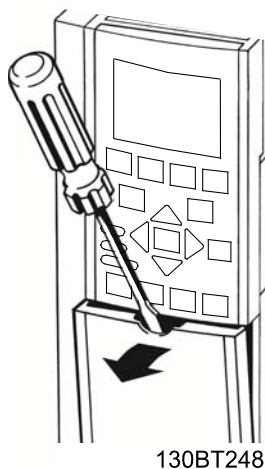

Ilustración 2.13 Acceso al cableado de control de las IP20 / protecciones con chasis abierto
- Retire la placa de cubierta de acceso con un destornillador. Consulte *Ilustración 2.13*.